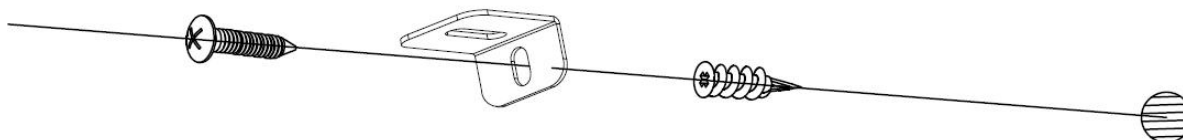

Fig 4-3
C. Installez l'ancrage en plastique (**C**) dans le mur sec, puis installez la vis **B** (fournie) dans le trou du **support en L** dans l'ancrage mural pour empêcher le foyer de se détacher des crochets. (**Fig 4-3**)